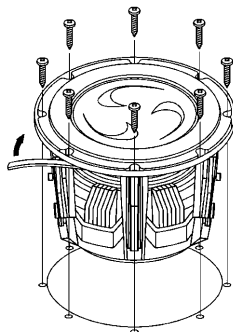

Fig. 2
1. Applicare il nastro sigillante accluso sul retro della flangia del diffusore nel modo mostrato in fig. 2 in modo che la flangia sia completamente coperta.